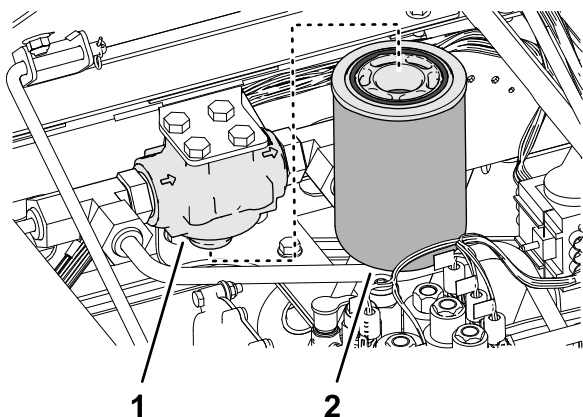

Figura 163
3. Curățați zona din jurul filtrului de încărcare și din jurul capătului filtrului (Figura 163).